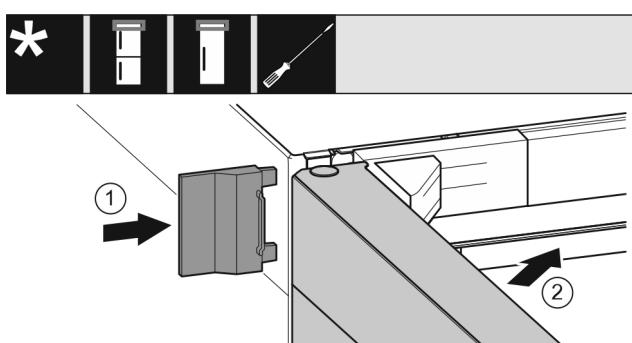

Fig. 20
- Ωθήστε το εξωτερικό κάλυμμα. Fig. 20 (1)
- Κλείστε την επάνω πόρτα. *Fig. 20 (2)*